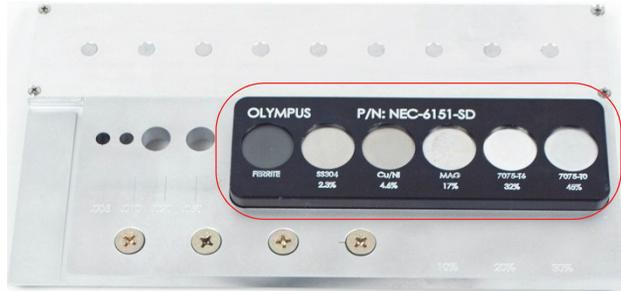
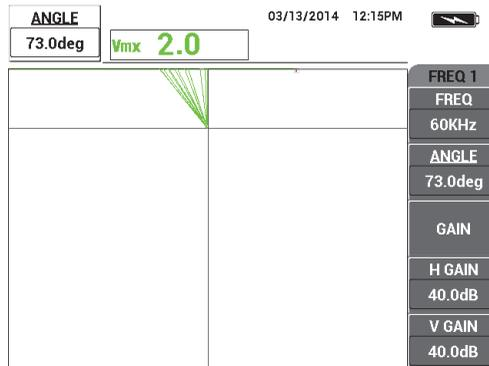

Figura 5-74 Sección del estándar de calibración utilizada para explicar la teoría del plano de impedancia
Figura 5-75 Ajuste del ángulo de señal a 90°
9. Coloque la sonda delicadamente sobre la muestra de ferrita y continúe a efectuar toques delicados con la sonda sobre la muestra (vea la Figura 5-74 en la página 199). Cuando la sonda entra en contacto con la muestra, pulse la tecla ANGLE () y ajuste el ángulo de la señal de ferrita hasta que esté orientando de manera ascendente (90°). Vea la Figura 5-75 en la página 199.